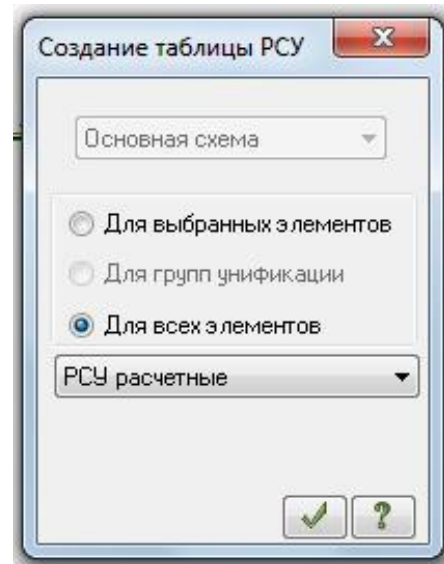

Рис. 2.37. Диалоговое окно Создание таблицы элементов
- В диалоговом окне Создание таблицы элементов выберите Для всех загрузений (рис. 2.37).